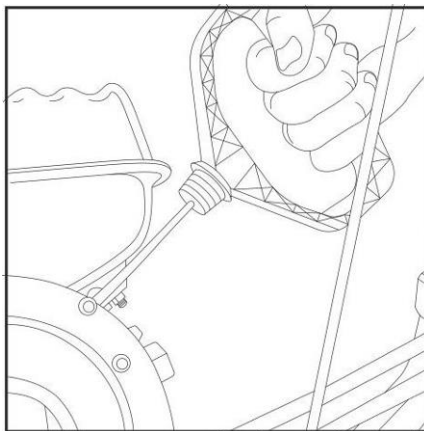

Рис. 17
6. Потяните за ручку стартера (Рис. 17), пока не почувствуете сопротивление, затем медленно опустите ручку стартера вниз. Снова медленно потяните за ручку стартера и как только почувствуете сопротивление, резко и с усилием потяните за ручку стартера и запустите